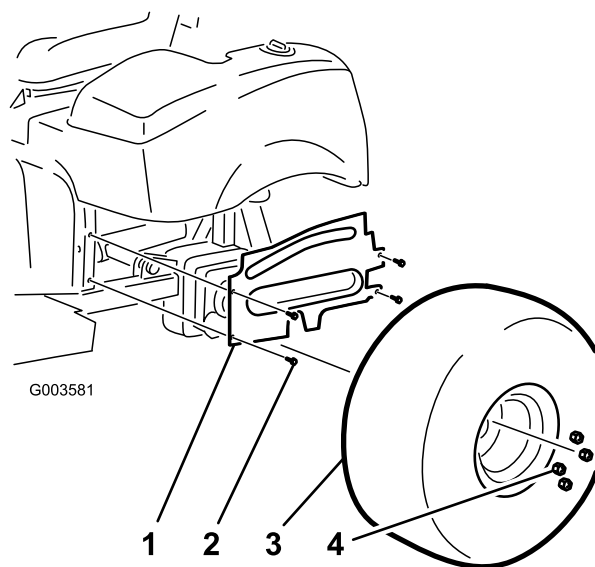

Figure 4
4. Retirez les 4 boulons à embase qui fixent la protection de la roue gauche au cadre (Figure 4). Déposez la protection et mettez-la de côté.